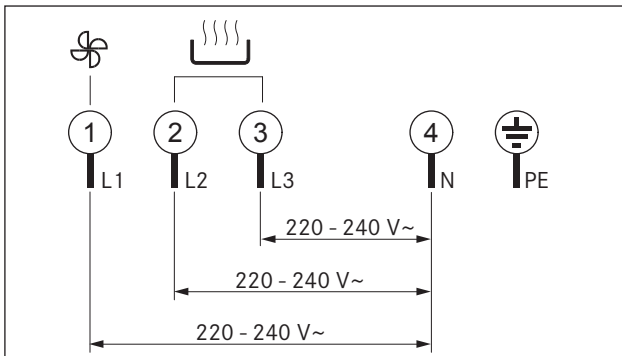

Abb. 6.36 Anschlusschema 3-Phasen-Anschluss
- ▶ Schließen Sie die Netzanschlussleitung gemäß dem betreffenden Anschlusschema (s. Abb. 6.36 Anschlusschema) am Netzanschluss [2] des Kochfeldes mit Kochfeldabzug an.